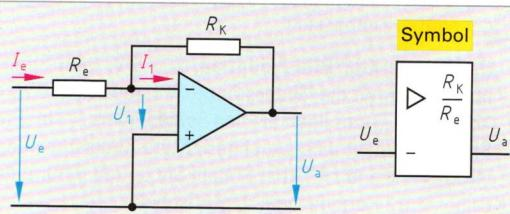

Bild 1: Invertierender Verstärker
- Welchen Spannungsverstärkungsfaktor hat ein OPV nach **Bild 1** mit  $R_e = 10 \text{ k}\Omega$  und  $R_K = 150 \text{ k}\Omega$ ?